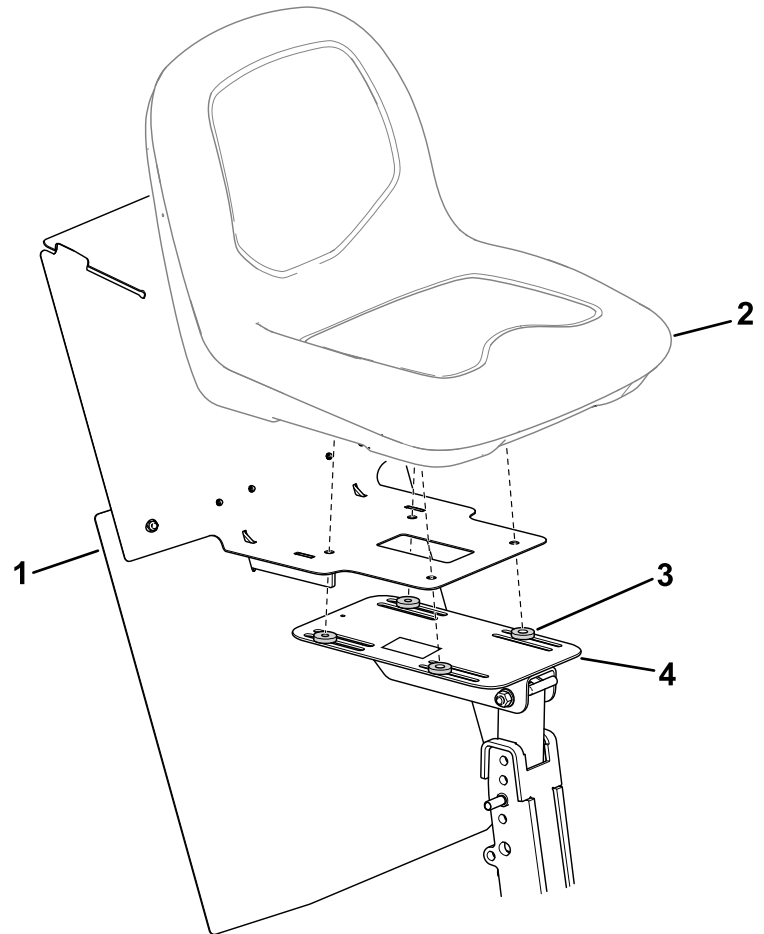

Bild 17
3. Positionieren Sie die Distanzstücke, das Wärmeschutzblech und den Sitz auf der Sitzhalterung (Bild 17).